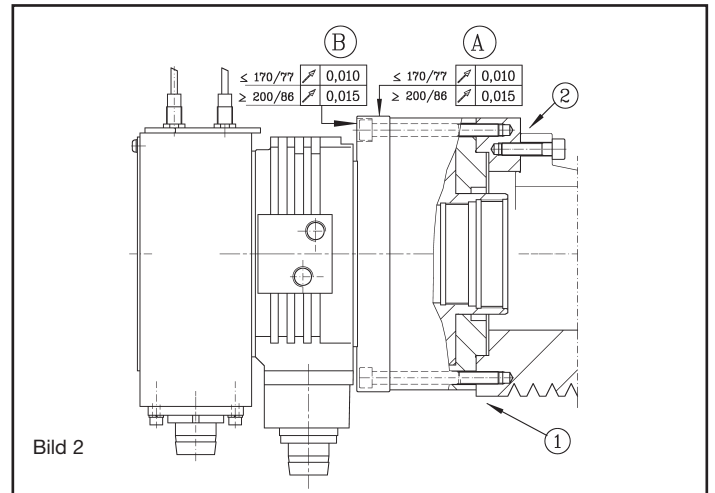

Bild 2
- 1.5 **ANBAU DES HOHLSPANNZYLINDERS.** VNK-Zylinder können durch Befestigungsschrauben von hinten am Flansch befestigt werden (Bild 2). Dies erlaubt in vielen Fällen den Anbau des Spannzylinders direkt an die Maschinenspindel und somit näher an das hintere Spindellager.
- 2.3 Nach Überprüfung des Maschinen-Zylinderflansches wird der Zylinder montiert. Die Befestigungsschrauben werden zuerst leicht angezogen und anschließend muss der Zylinder auf die exakte Zentrumslinie der Maschine ausgerichtet werden (Bild 2). Es sollten folgende Werte erreicht werden.